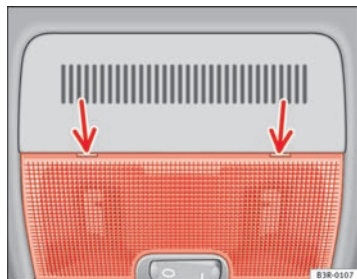

Fig. 83 Détail du ciel de pavillon : point de placement du tournevis
- Introduisez avec précaution la lame plate d'un tournevis (compris dans l'outillage de bord) au niveau de la partie arrière du verre du plafonnier → fig. 83.